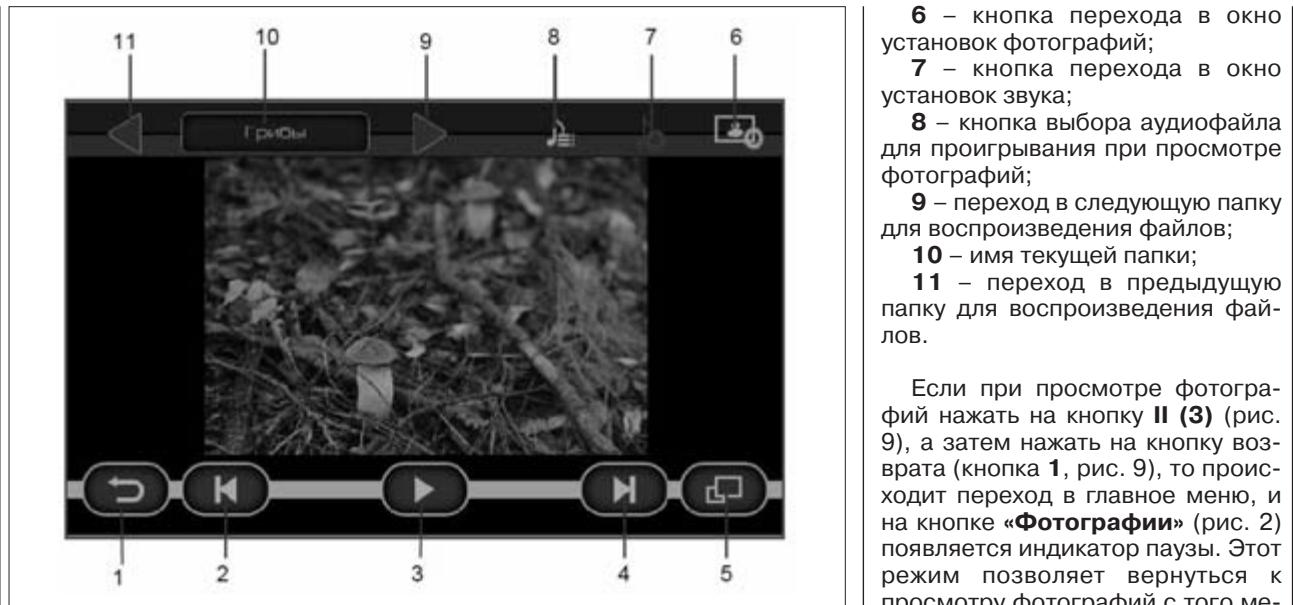

Рис. 9. Окно проигрывания файлов изображений
Если при просмотре фотографий нажать на кнопку **II (3)** (рис. 9), а затем нажать на кнопку возврата (кнопка **1**, рис. 9), то происходит переход в главное меню, и на кнопке «Фотографии» (рис. 2) появляется индикатор паузы. Этот режим позволяет вернуться к просмотру фотографий с того места, где была поставлена пауза.